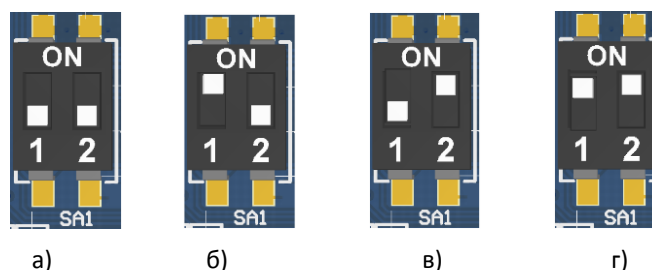

Рисунок 26. Переключатель SA1:
4. Установить тумблер 1 переключателя **SA1** блока управления в положение **BOOT (ON)** (смотрите рисунок 26 пункт б).
- Переставить тумблер 2 переключателя **SA1** в положение **ON** (смотрите рисунок 26 пункт в), включить ККТ. При этом будет воспроизведен характерный звуковой сигнал (короткая мелодия).
6. Переставить тумблер 1 переключателя **SA1** в положение **BOOT** (смотрите рисунок 26).